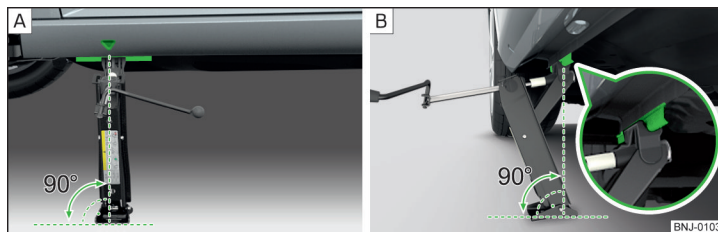

Fig. 185 Montering af donkraft
- Sørg for, at donkraftens bundplade står på et lige underlag med hele fladen, og at donkraften befinder sig i lodret position i forhold til løftepunktet » Fig. 185 – A.
- Stil donkraften under løftepunktet, og drej den så højt op med håndsvinget, at dens griber tager fat i kanten » Fig. 185 – B.